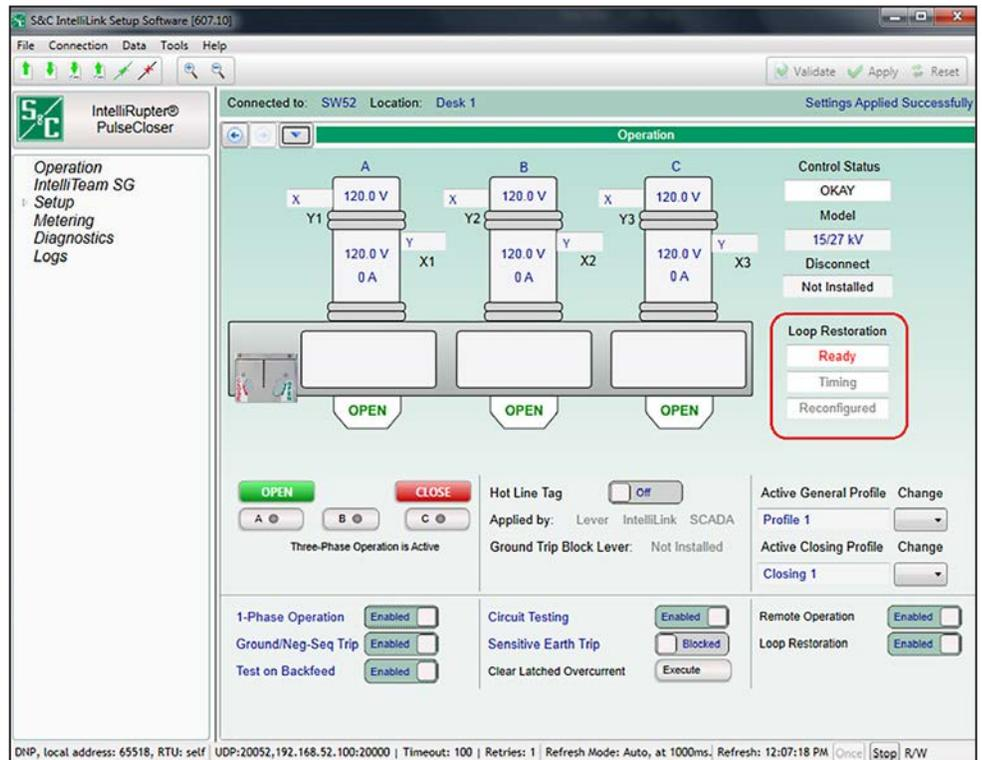

Figura 80. Tela *Operation* exibindo o estado Pronto (Ready) no indicador de status Recomposição do Anel (Loop Restoration).
- A tela *Operation* mostra o estado **Pronto** no indicador de estado **Loop Restoration**. Ver Figura 80.
- O Ponto de Status DNP **Loop Restoration Ready** (Recomposição do Anel Pronta) é setado quando o estado **Pronto** estiver ativo. Ver Figura 80.